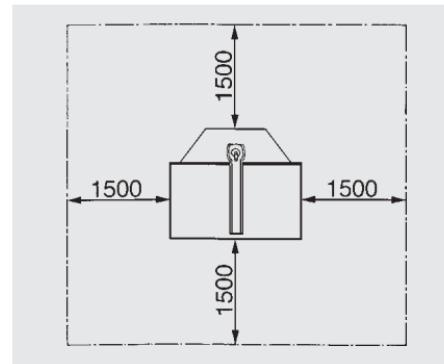

Fig.4
Afin de permettre un emploi correct et un entretien aisément dans des conditions de sécurité, il convient d'installer la machine en respectant les espaces libres montrés dans la figure 4.
- Insérer le pommeau de blocage (13) dans son logement comme dans la figure 4.